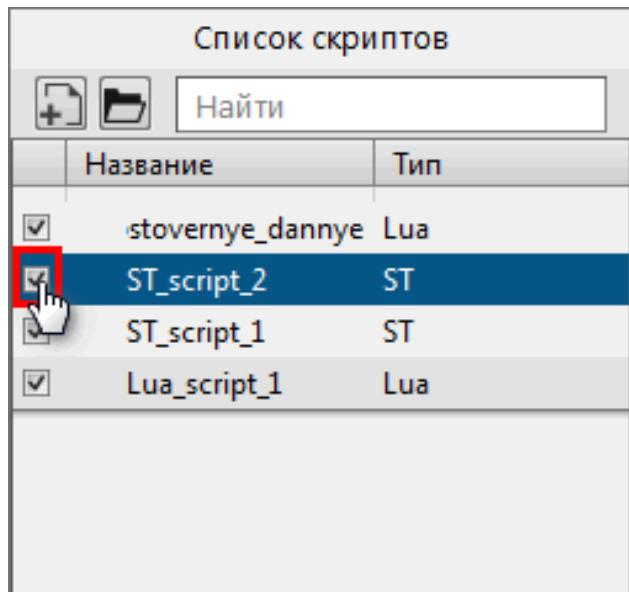

Рисунок 168 - Отключение алгоритма
- Снимите чекбокс с необходимого алгоритма в списке скриптов (Рисунок 168).